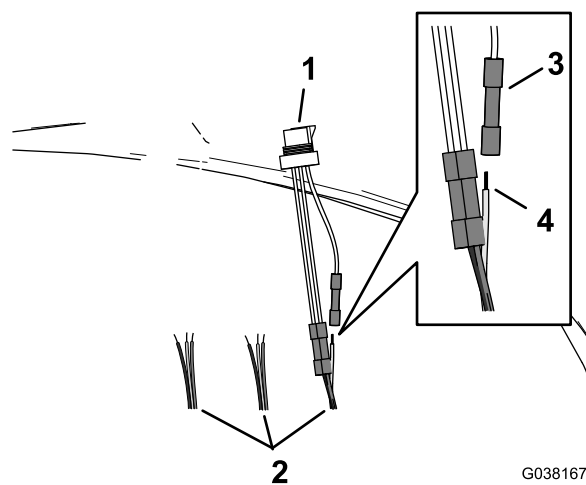

Рисунок 34
2. Вставьте провод жгута проводов DIN в соединитель проводов встык 3-штыревого переходника (Рисунок 34).